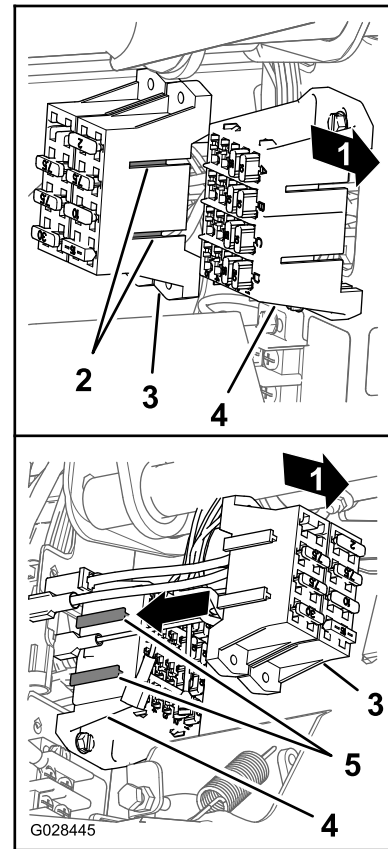

Рисунок 26
4. Совместите Т-образные выступы блока предохранителей опрыскивателя с Т-образными пазами блока предохранителей автомобиля и вставьте блок предохранителей опрыскивателя в пазы до его полной посадки (**Рисунок 26**).